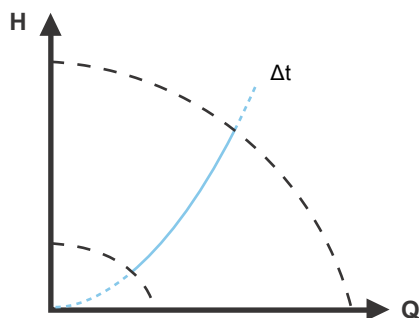

Рис. 33 Режим управления с постоянным значением перепада температур
- Поддерживается постоянный перепад температур между насосом и внешним датчиком, см. рис. 33 и 34.